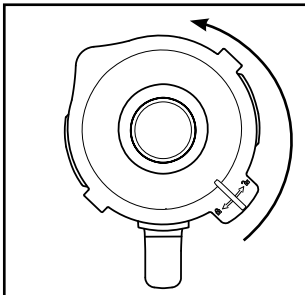

Abb. 1
- 1) Nehmen Sie den Mixaufsatz ③ gerade nach oben vom Motorblock ⑥ ab.
- 2) Entfernen Sie den Deckel ②, indem Sie ihn so weit gegen den Uhrzeigersinn Richtung  drehen (siehe Abb. 1), bis Sie ihn nach oben abziehen können.